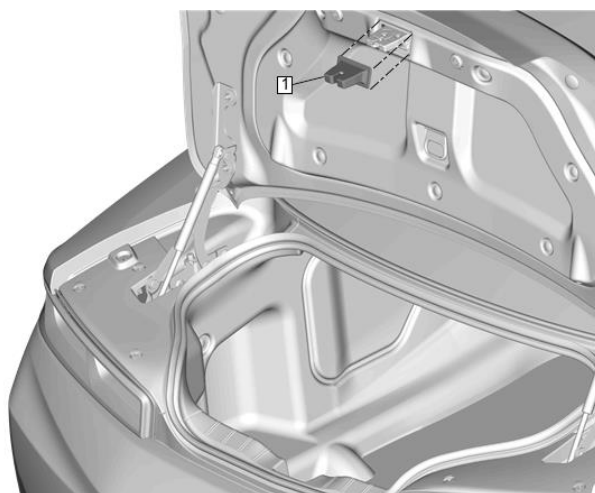

Figure 2 : Remplacement du capuchon de fermeture de couvercle de coffre
9. Reposer le capuchon de la fermeture de couvercle de coffre (Figure 2).